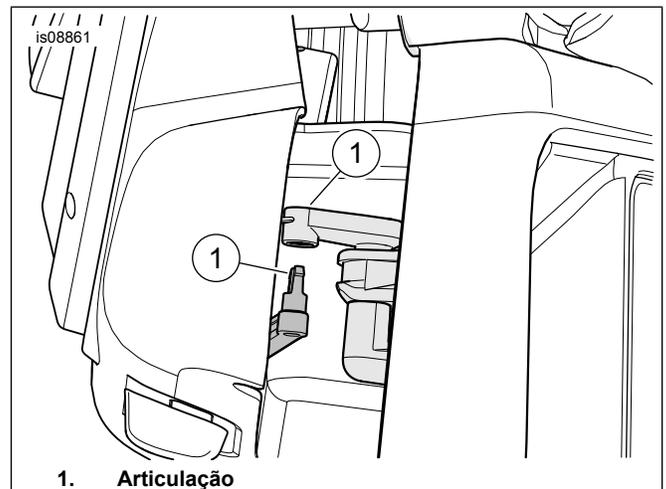

Figura 7. Conecte a articulação
8. Veja a figura 7. Posicione o conjunto do compartimento e conecte a articulação (1).